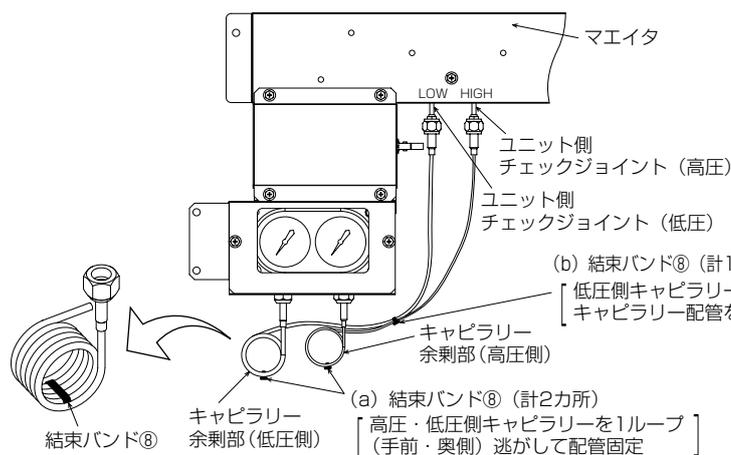

図3
△ 高・低圧側チェックジョイントがマエイタへ固定されている機種の場合（図3）
- (6) 高圧・低圧キャピラリーの余剰部を圧力計側とし（a）（b）部を品⑧結束バンドで固定してください。（計3カ所）（図3）